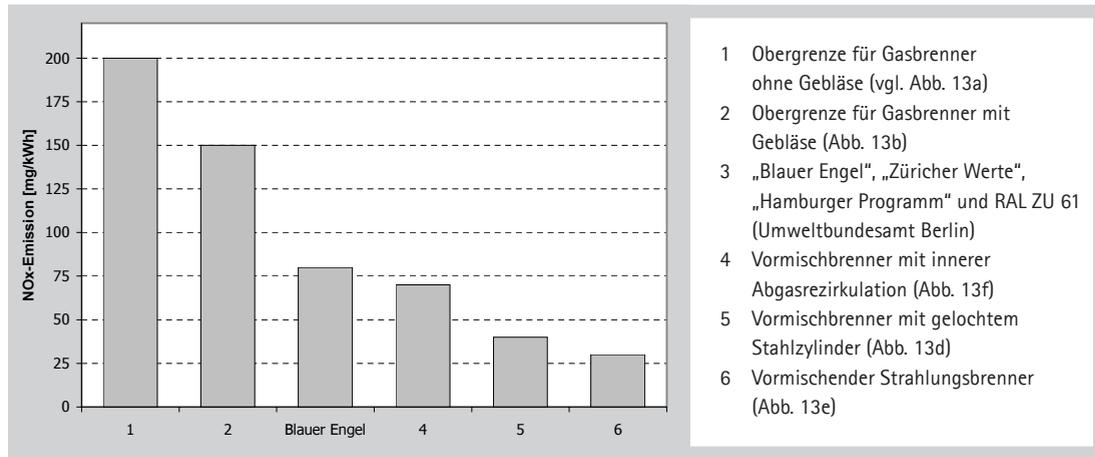

Abb. 14: NOx-Maximalwerte für Gasbrenner
Sind Brennstoff- und Verbrennungsluftzufuhr richtig eingestellt, bilden sich bei der Verbrennung keine schädlichen Konzentrationen von Kohlenmonoxid (CO) oder unverbrannten Kohlenwasserstoffen (CxHy), sondern ausschließlich Kohlendioxid (CO2) und Wasserdampf, die in der Regel nicht zur Schädigung von Pflanzen führen. Zusätzlich entstehen jedoch auch Stickstoffoxide (NOx), die negative Einflüsse auf die Pflanze haben können. Menge und Zusammensetzung (NO und NO2) werden weitgehend von der Brennerkonstruktion und der Verbrennungstemperatur beeinflusst. Abbildung 14 zeigt Beispiele für maximale NOx-Emissionen in mg/kWh, wobei 200 mg/kWh etwa 164 mg/m3 bei 5 % O2 entsprechen.